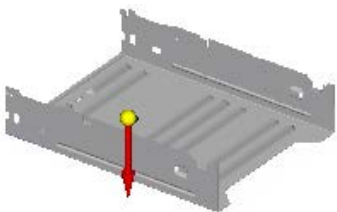

图 8.8.65 定义移除方向
(3) 定义法向除料特征属性。在命令条中单击“厚度剪切”按钮  和“全部穿透”按钮 ，并将移除方向调整至图 8.8.65 所示的方向。